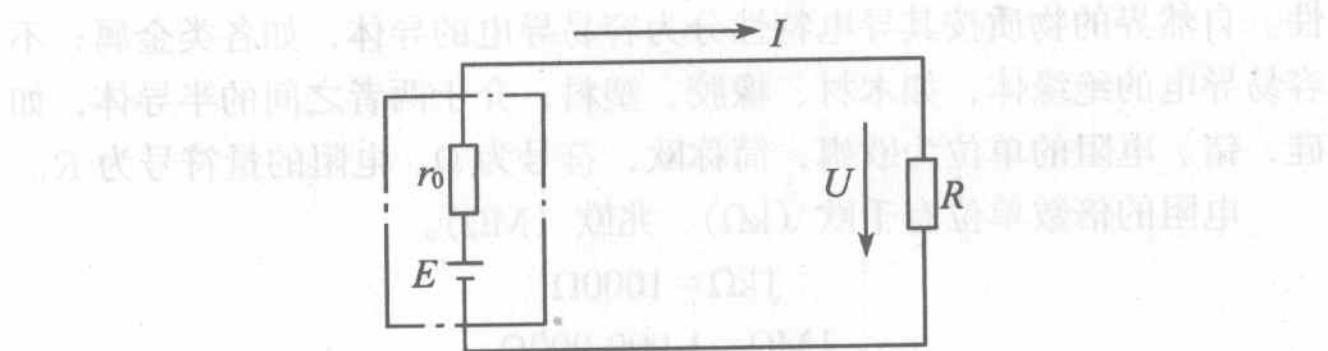

图 1-3 全电路
(2) 全电路欧姆定律：全电路是指含有电源的闭合电路，如图 1-3 所示。